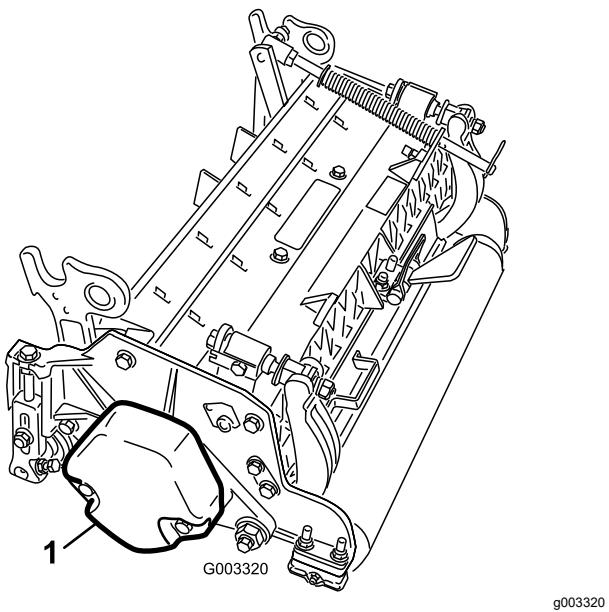

图 9
5. 按照滚刀组 图 9 操作员手册 的描述确保将配重块安装到滚刀组正确的一端上。